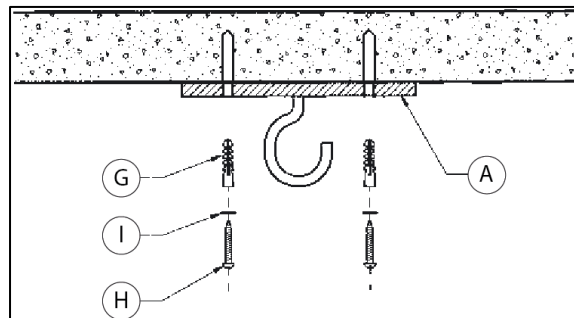

Fig 2
Pour assurer une fixation correcte, percer le plafond au diamètre des chevilles (G) fournies avec l'appareil. Insérer les 2 chevilles et fixer le support crochet en tôle (A) avec les vis (H) et rondelles (I) fournies. **(Fig.2)**